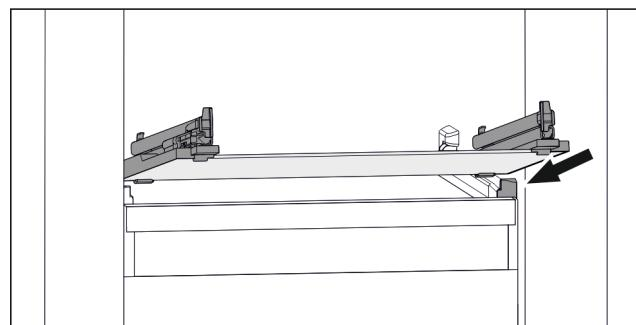

Fig. 89 Příklad znázornění skleněné desky
- Nasadte skleněnou desku šikmo za zarážky. (viz Fig. 89)